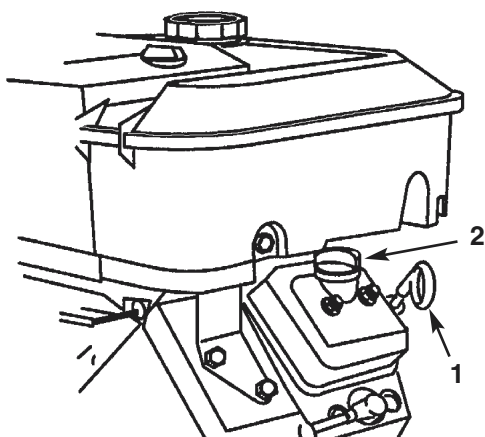

Figure 2
2. Retirez la jauge et essuyez-la sur un chiffon propre (Fig. 2). Remettez la jauge dans le tube en vérifiant qu'elle est enfoncée au maximum. Sortez de nouveau la jauge et vérifiez le niveau d'huile.